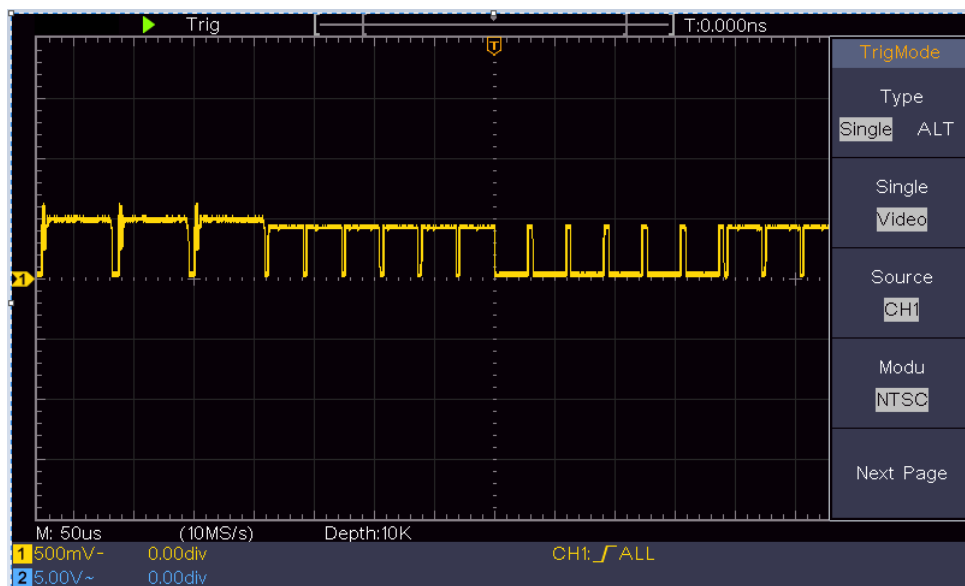

Figura 6-7 Forma d'onda catturata dal trigger del campo video
- (1) Premere il pulsante **Trigger Menu** per visualizzare il menu di destra.
- (2) Nel menu di destra, selezionate **Type as Single**.
- (3) Nel menu di destra, seleziona **Single as Video**.
- (4) Nel menu di destra, selezionate **Source** come **CH1**.
- (5) Nel menu di destra, selezionare **Modu** come **NTSC**.
- (6) Nel menu di destra, premere **Next Page**, selezionare **Sync as Field**.
- (7) Girare le manopole **Vertical Scale**, **Vertical Position** e **Horizontal Scale** per ottenere una corretta visualizzazione della forma d'onda (vedi *Figura 6-7*).